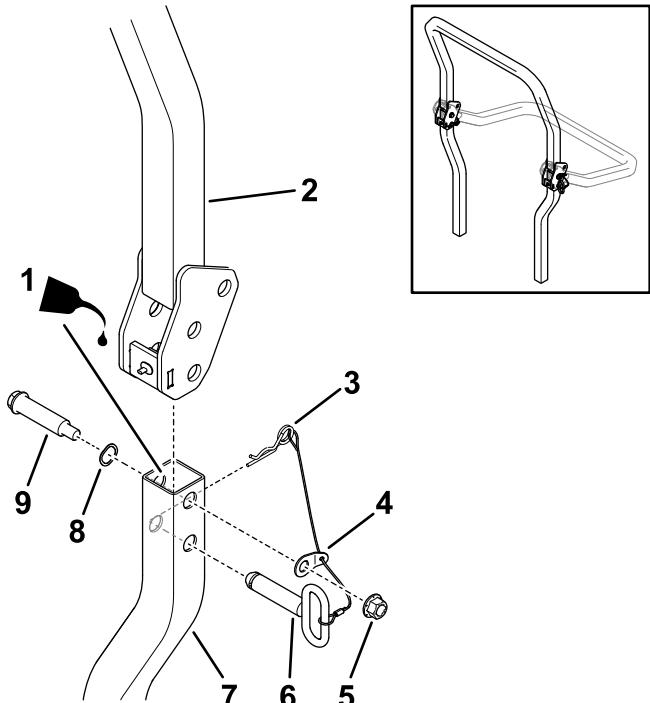

Figura 12
5. Oliate leggermente le superfici interne dei tubi del roll bar inferiore (Figura 12).
6. Montate senza fissare il roll bar superiore al roll bar inferiore con 2 bulloni di spallamento, 2 rondelle ondulate, 2 rondelle di fermo collegate a cordini e 2 dadi di bloccaggio ($\frac{1}{2}$ "'), come illustrato nella Figura 12.
| 8. Sollevate il roll bar superiore in posizione verticale, montate i perni di chiusura (le maniglie ovali devono essere rivolte verso la parte esterna della macchina), e fissate con le coppiglie su ciascun lato (Figura 12). |